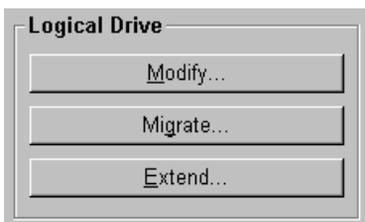
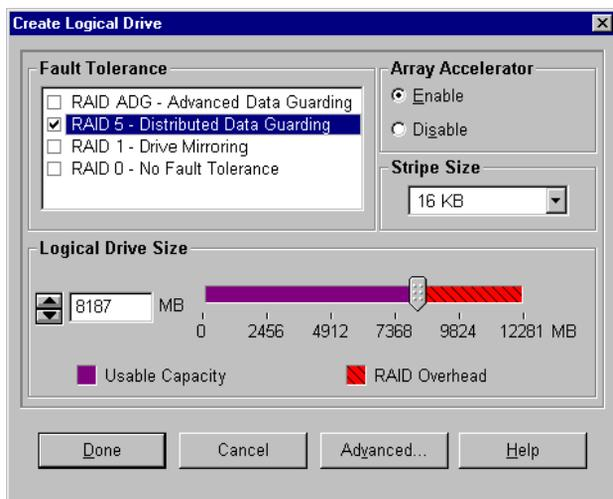

Figura 7-8: Cuadro Logical Drive
Figura 7-11: Pantalla Create Logical Drive
Para abrir esta pantalla, haga clic en **Modify** en el cuadro **Logical Drive** (Figura 7-8) de la pantalla **ACU Main Configuration**. Esta pantalla es similar a **Create Logical Drive** (Figura 7-11) y le permite cambiar los parámetros de una unidad lógica existente mientras ésta está en línea sin perder datos.
Para abrir esta pantalla, haga clic en **Migrate** en el cuadro **Logical Drive** (Figura 7-8) de la pantalla **ACU Main Configuration**. Permite modificar el ancho del stripe (tamaño de bloque) o el nivel de RAID de una unidad lógica existente mientras está en línea sin perder datos.
Para abrir esta pantalla, haga clic en **Extend** en el cuadro **Logical Drive** (Figura 7-8) de la pantalla **ACU Main Configuration**. En esta pantalla puede aumentar la capacidad de una unidad lógica mientras el sistema está en línea sin dañar los datos.
3. En la pantalla **Create Logical Drive** (Figura 7-11), seleccione **RAID 5**.